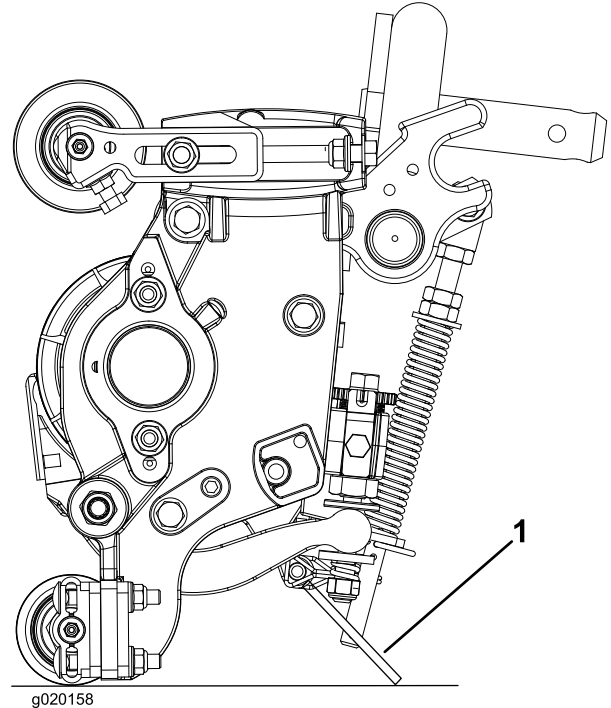

**Figura 16**
1. Coloque la unidad de corte en una superficie de trabajo plana y nivelada. Gire los tornillos de ajuste de la barra de asiento en el sentido contrario a las agujas del reloj para asegurarse de que la barra no esté en contacto con el molinete (Figura 16).